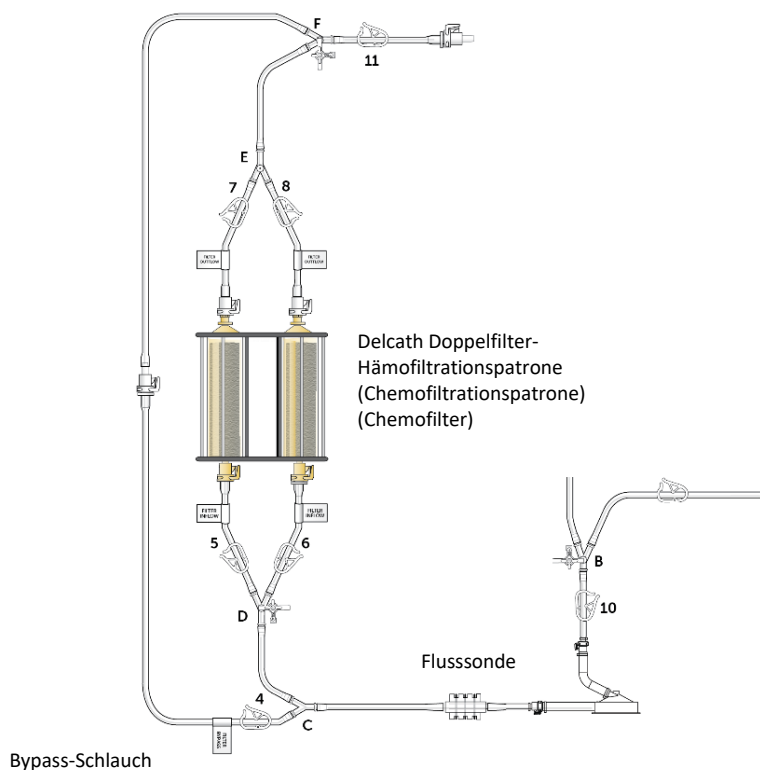

Abbildung 16
- (a) Schließen Sie Klemme 4 und öffnen Sie die Filterzuflussklemmen (5, 6), dann die Filterabflussklemmen (7, 8) und die Kreislaufabflussklemme (11) (siehe Abbildung 16). Stellen Sie den Fluss der heparinisierten normalen Kochsalzlösung in die Filter auf eine Rate von ca. 0,5 Liter pro Minute ein. Hinweis: Arterienklemmen sind zum Einstellen der Flussrate erforderlich, falls Schwerkraft genutzt wird.